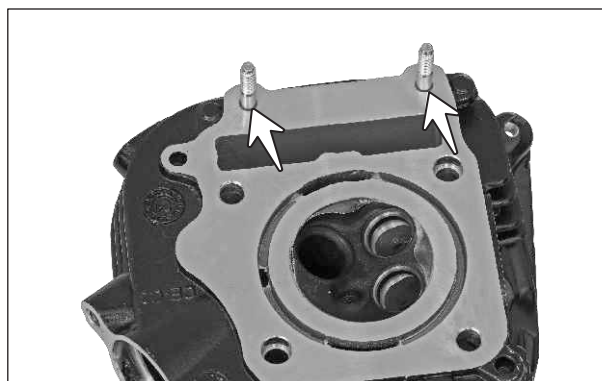

Fig. 3.56
- Usando una tuerca M6, retire los tornillos de la culata que la unen al cilindro. (Fig. 3.56)